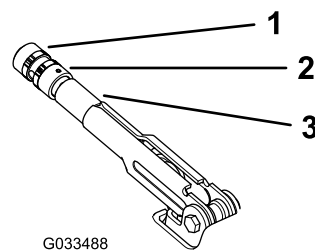

Figura 57
3. Gire el pomo (Figura 57) hasta que se requiera una fuerza de 20–22 kg (45 – 50 libras) para accionar la palanca.
4. Apriete el tornillo de fijación cuando termine (Figura 57).
2. Afloje el tornillo de fijación que sujeta el pomo a la palanca del freno de estacionamiento (Figura 57).